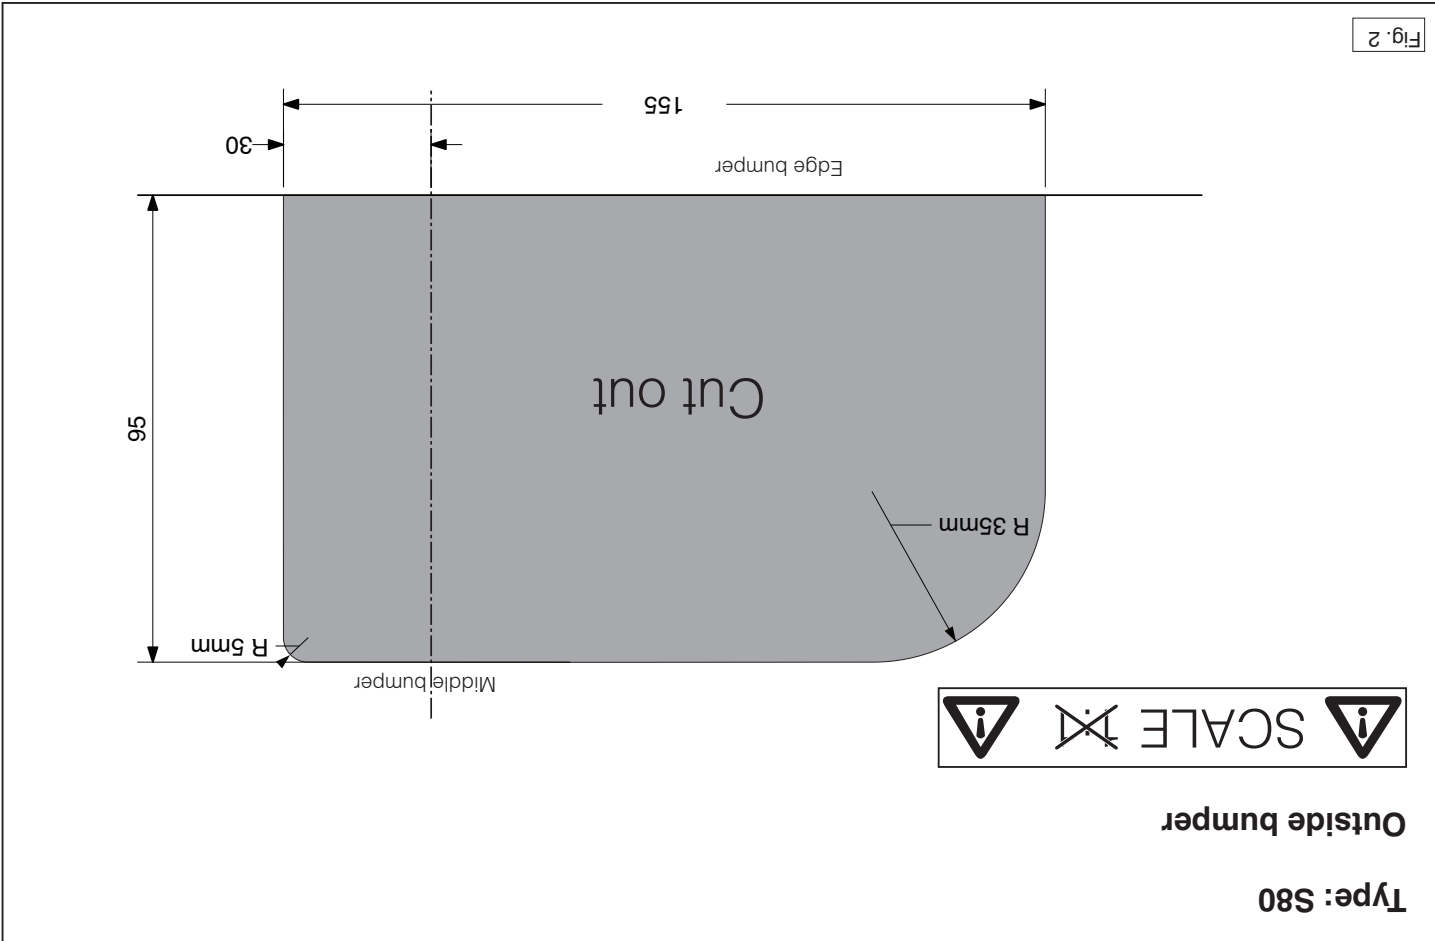

Fig. 2
7. Saw a section out of the middle of the underside of the bumper as shown in fig 2/3/4.
7. Auf der Unterseite der Stoßstange einen Teil aus der Mitte gemäß Abbildung 2/3/4 ausschneiden.
7. Sav en del ud af kofangeren midt på undersiden jf. fig. 2/3/4.
7. Выпилить часть из балпера в середине снизу, как указано на рис.2/3/4.